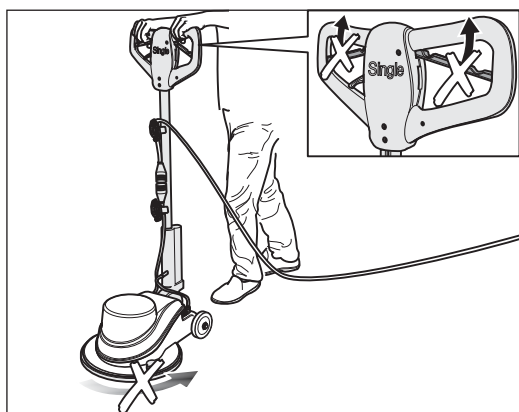

Fig. 11 ¡La máquina NO se debe conectar cuando el mango está en posición VERTICAL!
- el mango esté en posición VERTICAL, ya que la máquina sería difícil de controlar (fig. 11)